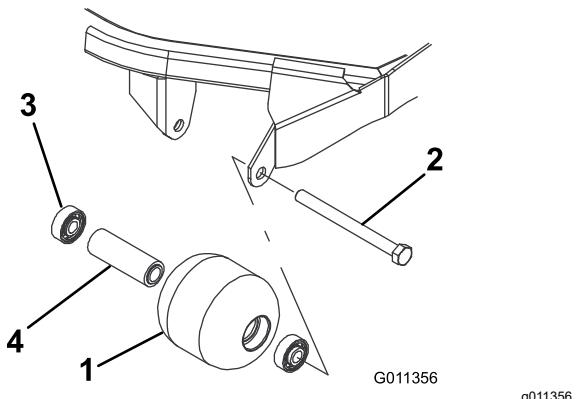

Bild 81
1. Entfernen Sie die Rollenbefestigungsschraube (Bild 81).
4. Prüfen Sie das Rollengehäuse, die Lager und das Distanzstück auf Beschädigungen (Bild 81). Tauschen Sie alle beschädigten Teile aus und bauen Sie alles wieder zusammen.
1. Drücken Sie das erste Lager in das Rollengehäuse (Bild 81). Drücken Sie dabei nur auf den äußeren Ring oder gleichmäßig auf die inneren und äußeren Ringe.
2. Setzen Sie ein Distanzstück ein (Bild 81).
3. Drücken Sie das zweite Lager in das Rollengehäuse (Bild 81). Pressen Sie dabei gleichmäßig auf den inneren und den äußeren Ring, bis der innere Ring das Distanzstück berührt.